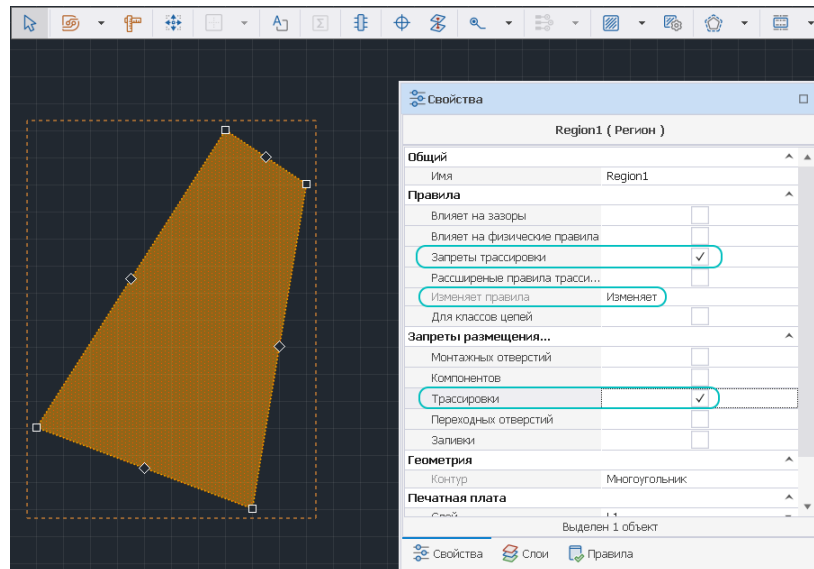

Рис. 135 Выбор запретов размещения объектов
4. При выборе «Свойства» → «Правила» → «Запреты трассировки» в разделе «Запреты размещения...» добавляются чек-боксы для запрета размещения в выделенном регионе трекков, переходных отверстий или областей заливки, см. Рис. 135.